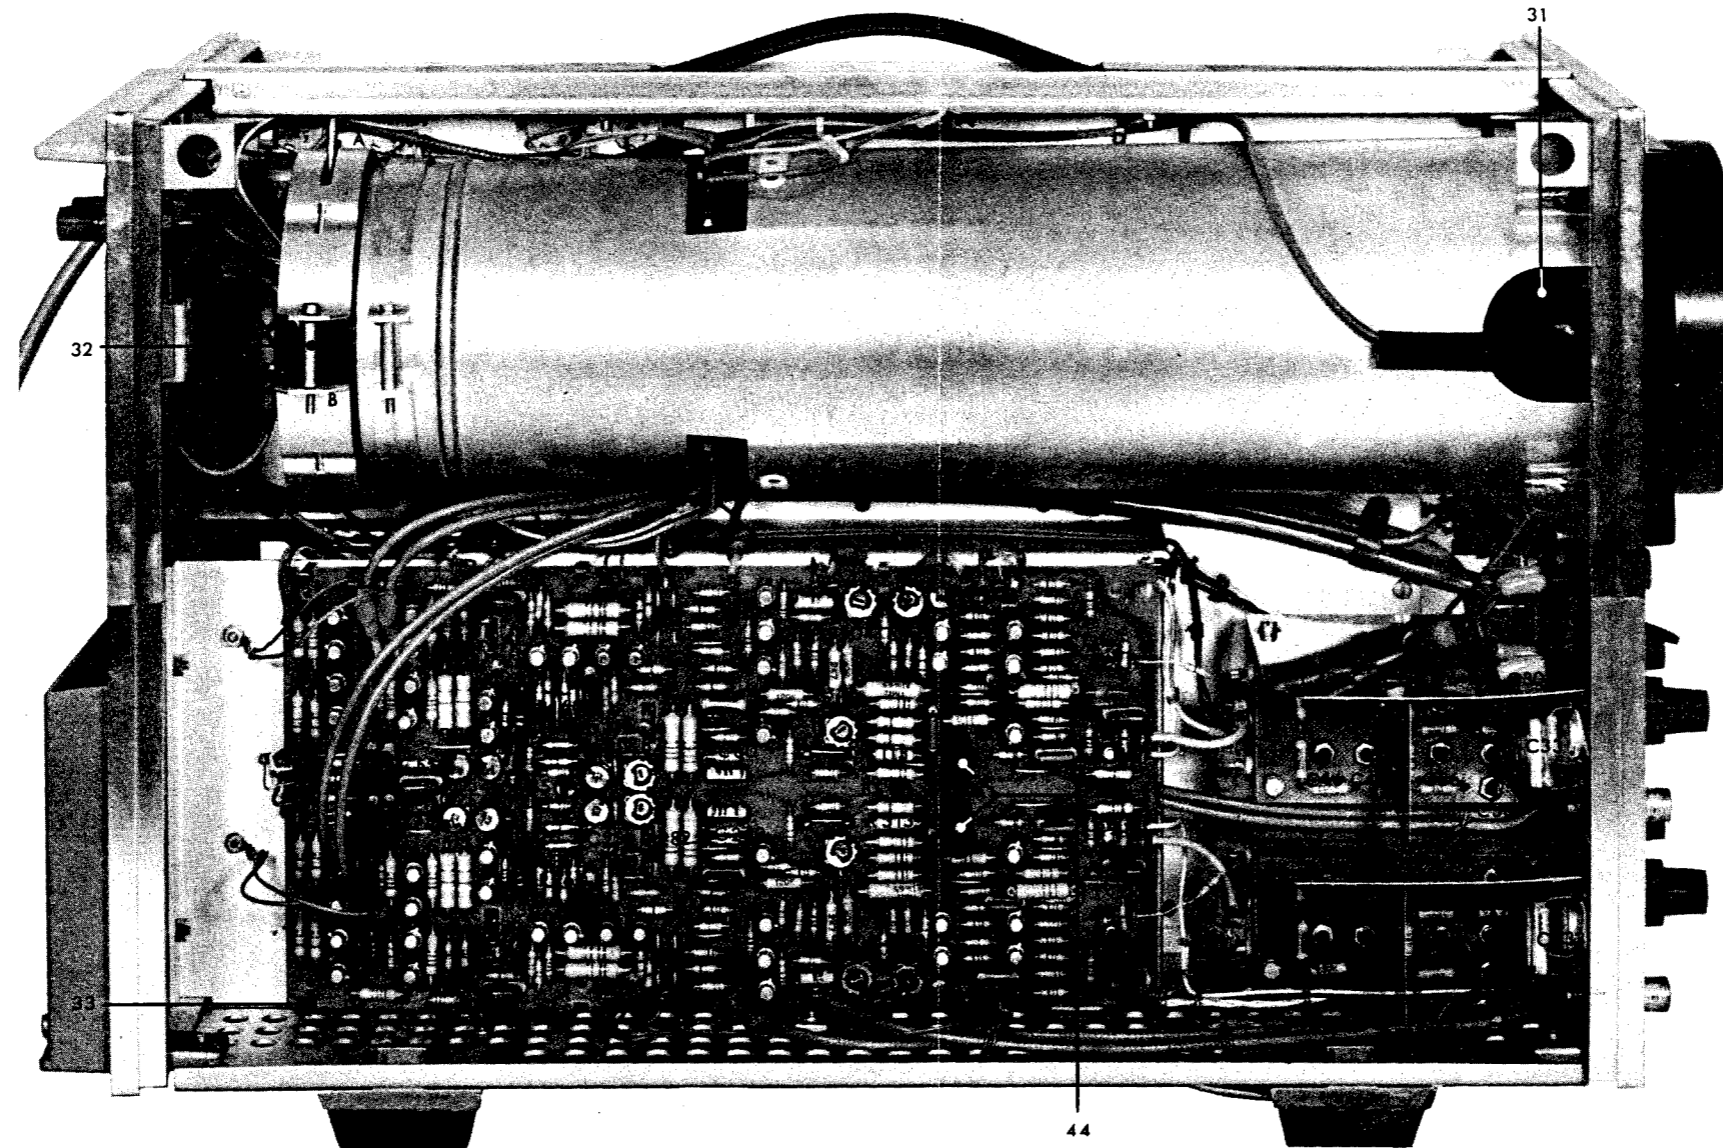

Abb. 9. Seitenansicht (links) mit Abgleichorganen
- Die zwei Befestigungsschrauben BS lösen (siehe Abb. 9)
- AC-0-DC A (B) in Stellung DC.
- x1-x10 A (B) in Stellung x1.
- Kontrollieren, ob die Zeitablenklinie horizontal läuft. Nötigenfalls lässt sich die Elektronenstrahlröhre mit Hebel A (Abb. 9) nach Lösen von Sicherungsschraube B in die richtige Stellung bringen.